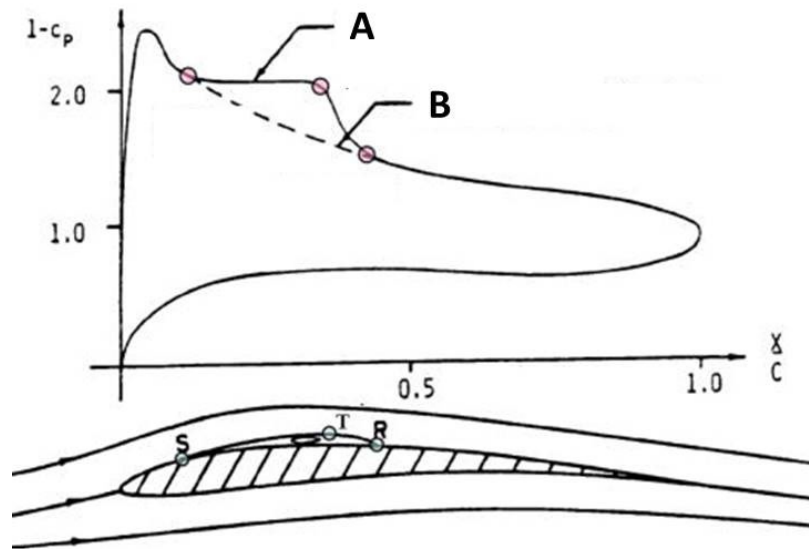

Figura 1
3. A figura 1 apresenta as distribuições do coeficiente de pressão ($1-C_p$) ao longo da corda (x/c) de em perfil a um ângulo de ataque de três graus ($\alpha = 3^\circ$) a um número de Reynolds baseado na corda c , velocidade do escoamento de aproximação V_∞ e viscosidade cinemática do fluido ν igual a $Re = 10^6$. Para a zona da bolha de